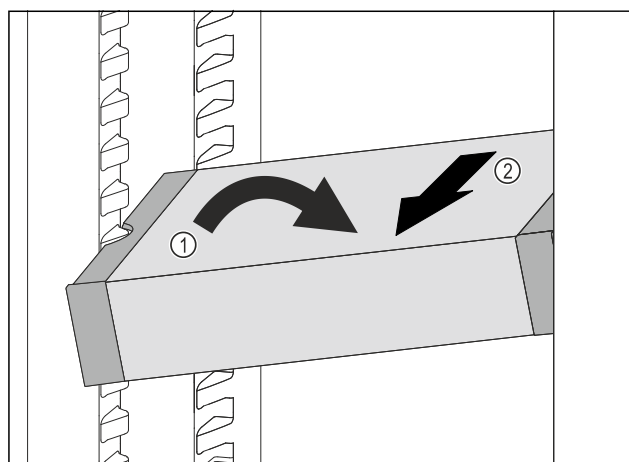

Fig. 127
- Predal VarioSafe postavite v hladilniku postrani. Fig. 127 (1)
- Predal VarioSafe izvlecite v smeri naprej. Fig. 127 (2)